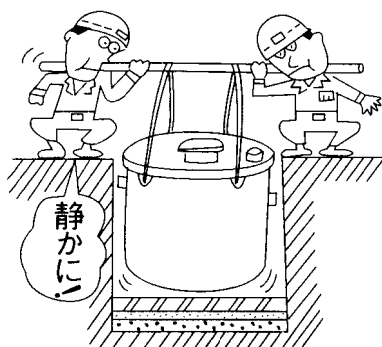

図7
②槽本体を定位置に設置する前にベース表面上にある石等の突起物及びゴミ等を排除し、FRP本体の損傷がないよう注意します。
③槽本体を流入管、放流管の位置に合わせて静かに定着させます。（図7参照）